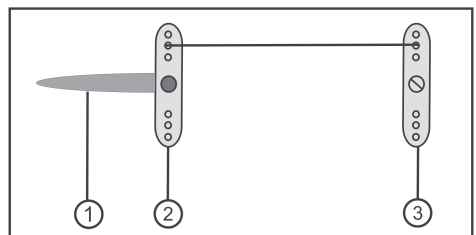
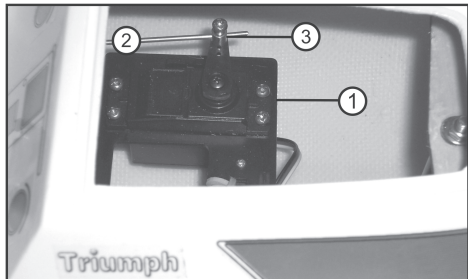

Bild 3a
Bild 3d
In Bild 3a sehen Sie symbolisch dargestellt das Ruder (1) und den Ruderanlenkhebel (2), sowie den Servoanlenkhebel (3).
In Bild 3d sehen Sie das Lenkservo (1), das Anlenkgestänge (2) und den Gestängeanschluss (3).
Richten Sie das Ruder, den Ruderanlenkhebel und den Servoanlenkhebel (siehe Bild 3d) wie in Bild 3a zu sehen aus.
Längen Sie das Anlenkgestänge am Gestängeanschluss (Bild 3d, Pos 3) in der Art ab, dass eine wie in Bild 3a aufgezeigte Anlenkung erfolgen kann.
Alternativ bzw. wenn der Trimmweg des Senders nicht mehr ausreicht, müssen Sie bei neutralem Steuerrad und neutraler Trimmung durch Lösen der Schraube am Gestängeanschluss (siehe Bild 3d, Pos. 3) die Anlenkung neu justieren.